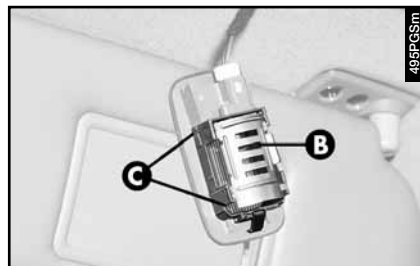

fig. 74
– Quitar la protección (**B-fig. 74**) soltándola de las aletas (**C-fig. 74**).
– Volver a montar la protección (**B-fig. 74**) introduciéndola correctamente entre las aletas (**C-fig. 74**).